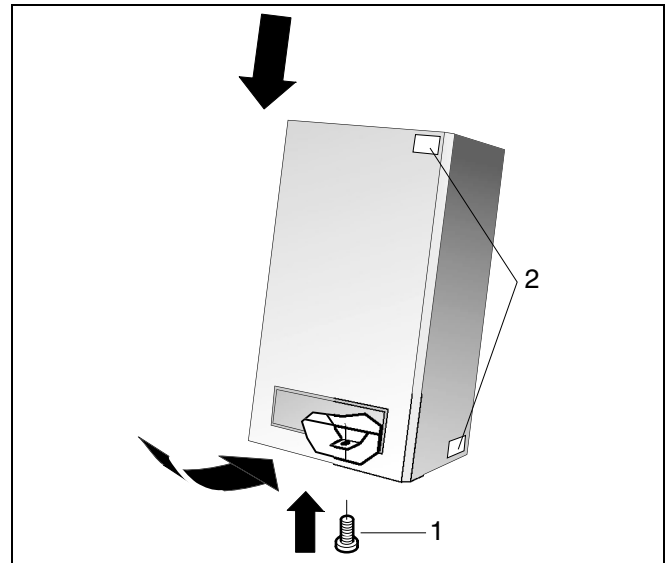

fig. 41 Mantel aanbrengen en borgschroef vastdraaien
- Verwijder de mantel (→ fig. 41).
- Breng de mantel aan en draai de borgschroef vast (→ fig. 41, [1]).
- Plak de 2^e typeplaat op de voor- of zijkant (→ fig. 41, [2]) van de mantel.
- Verwijder de borgschroef en de mantel (→ fig. 41).